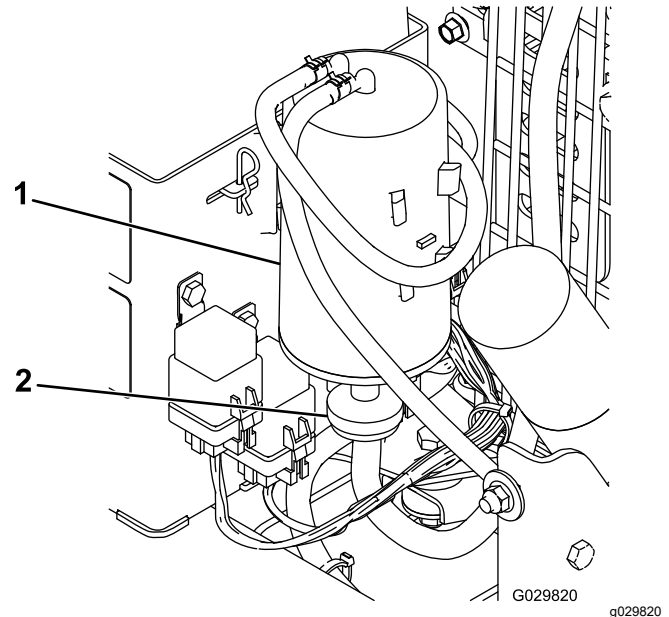

Figura 18
2. Retire y deseche el filtro de aire del cartucho de carbón (Figura 18).